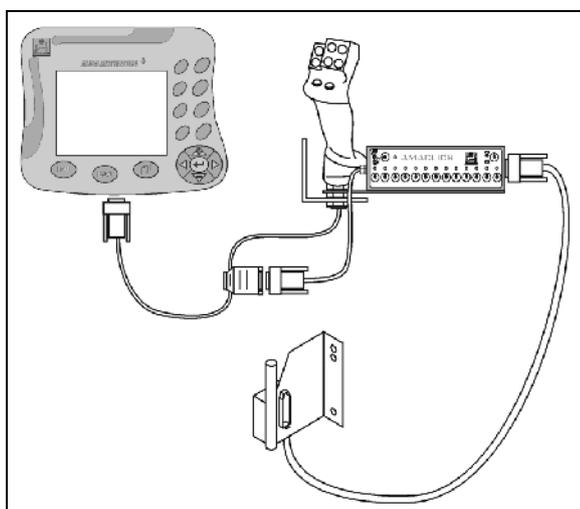

Fig. 134
- med multifunksjonsspak som beskrevet på Fig. 134.